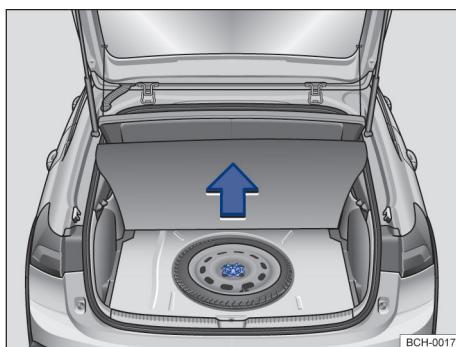

Fig. 155 No compartimento de bagagem, sob o revestimento de assoalho: roda de emergência e ferramentas de bordo.
As ferramentas de bordo e a roda de emergência estão localizadas no compartimento de bagagem, sob o revestimento do assoalho → Fig. 155.
- Levantar o revestimento do compartimento de bagagem → Fig. 155.